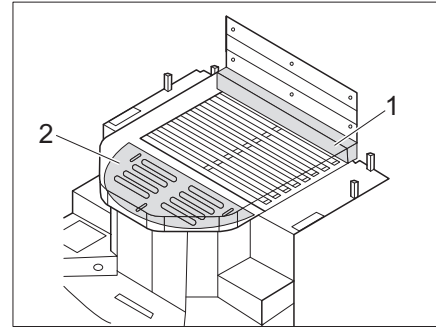

Fig. 175 Letto con prolunga del materasso (con materasso aggiuntivo e tavola estraibile)
- Collocare il materasso aggiuntivo (Fig. 175,1) sulla testata del letto centrale.
- Estrarre la tavola estraibile (Fig. 175,2).